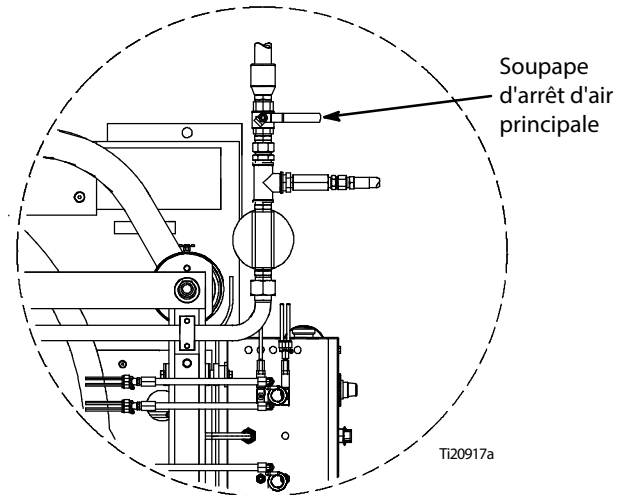

Fig. 12
1. Fermez la soupape d'air principal (B). Consultez la figure 12.